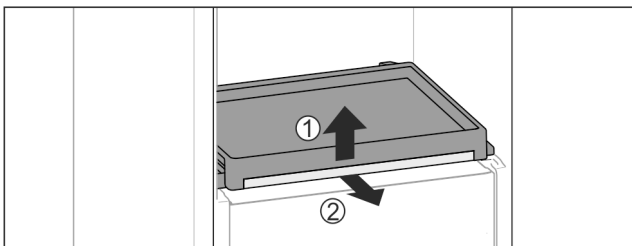

Fig. 77
- ▶ Витягніть витяжну панель зі скляною полицєю: Підніміть трохи скляну полицю спереду Fig. 77 (1) та витягніть вперед Fig. 77 (2).